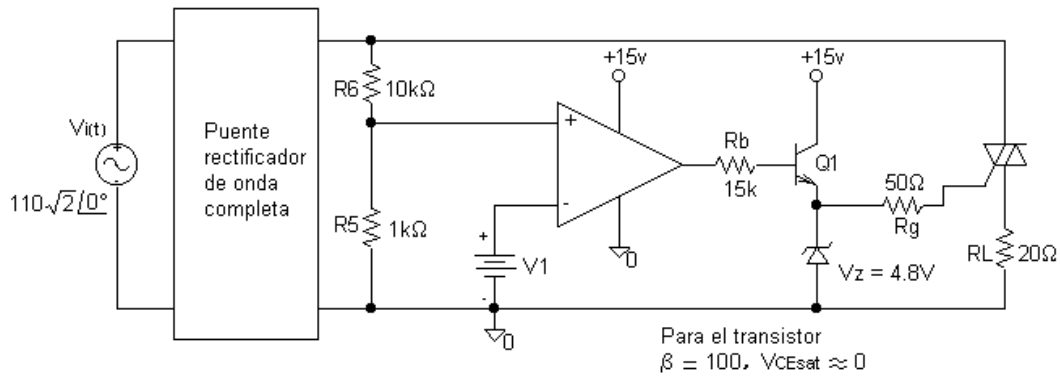

Figura 4.3 Circuito problema N° 3.
4.3 **Problema N° 3.** En el circuito de la figura 4.3 determine el valor de V_1 , para que el voltaje promedio entregado a la carga sea de 60V.